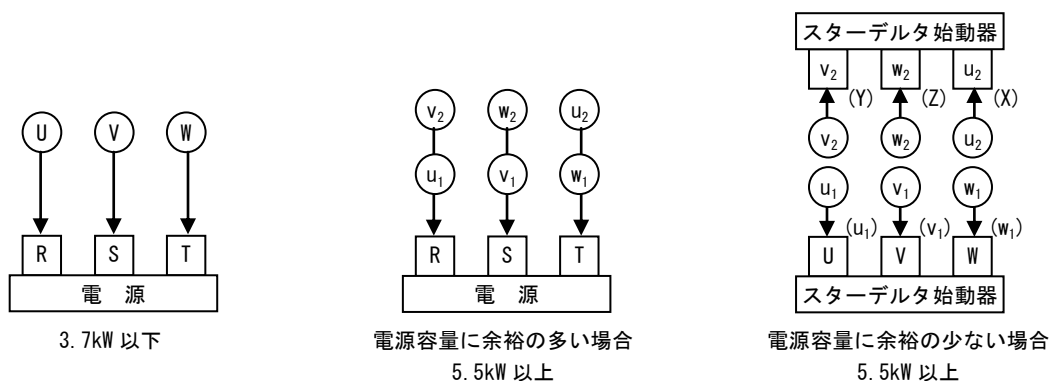

図 13 配線接続図（電動機直結型の場合）
- (1) 配線は図 13 または、電動機のターミナルボックス内ぶたに表示された結線図、もしくは電動機に附属された取扱説明書に従い、行ってください